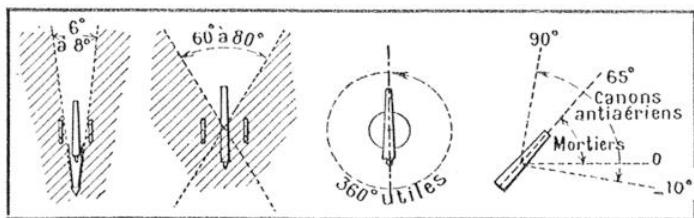

FIG. 3. — LES CHAMPS DE TIR HORIZONTAUX ET VERTICAUX DE DIVERS MATERIELS D'ARTILLERIE
petits champs de tir en direction, atteignant rarement  $8^\circ$ . Dans les solutions modernes, pour les canons à flèche ouvrante, les champs de tir en direction atteignent  $60^\circ$  et même quelquefois  $90^\circ$  (fig. 3). Le champ de tir de  $360^\circ$  apporte un bouleversement complet de l'organisation du matériel, qui doit posséder un axe vertical (2).